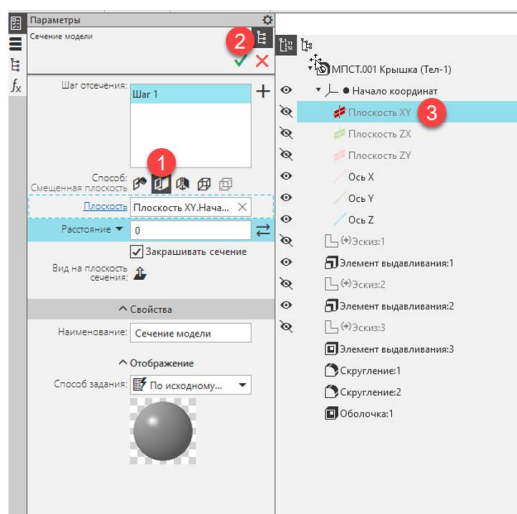

Рис. 37. Параметры инструмента «Отобразить сечение модели»
В окне параметров (рис. 37) укажем способ **Смещенная плоскость** (1), нажмем на иконку **Дерево** (2) и выберем справочную **Плоскость XY**(3).